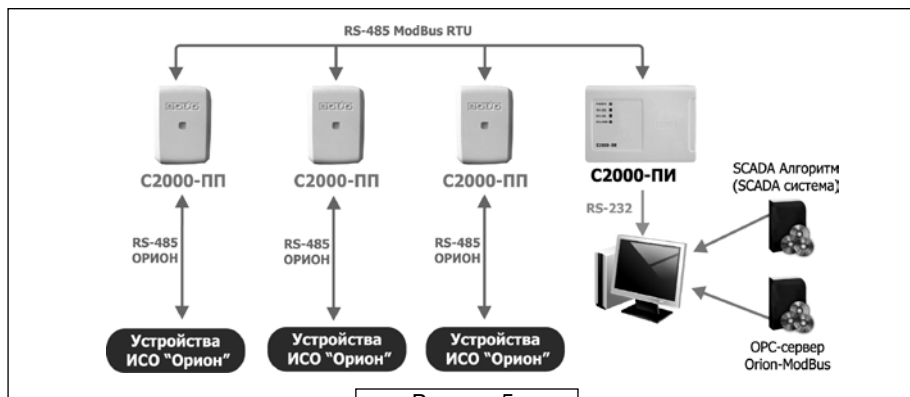

Рисунок 5.
2. Передача на диспетчерский пост сигналов от 512 и более адресных зон или шлейфов охранно-пожарной сигнализации и контроля доступа (Рисунок 5)